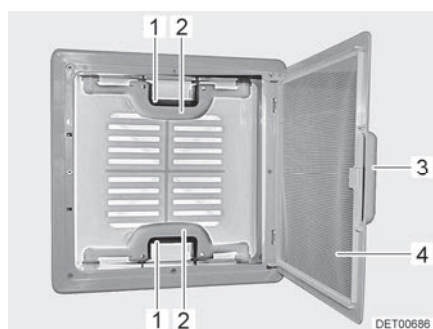

Bild 19 Taklucka med snäpplås
- Drag i handtaget (Bild 19,3).
- Fäll ned insektsskyddet (Bild 19,4).
- Tryck snäpplåset (Bild 19,1) mot takluckans insida. Tryck samtidigt takluckan uppåt med handtaget (Bild 19,2).
- Fäll upp insektsskyddet (Bild 19,4) så att det hakar i.
- Drag kraftigt ner takluckan med hjälp av båda handtagen (Bild 19,2) så långt, att snäpplåsen (Bild 19,1) går i lås.